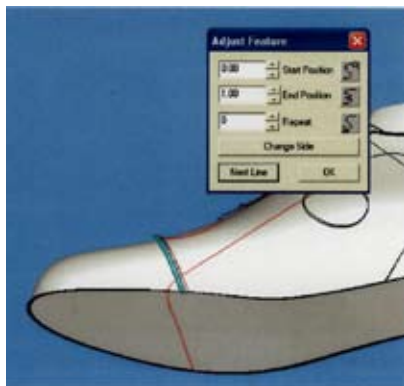

Рис. 57
- Если с выбранным швом все хорошо, нажмите кнопку **Next Line** в диалоговом окне **Adjust Features** для редактирования другой линии (рис. 57).